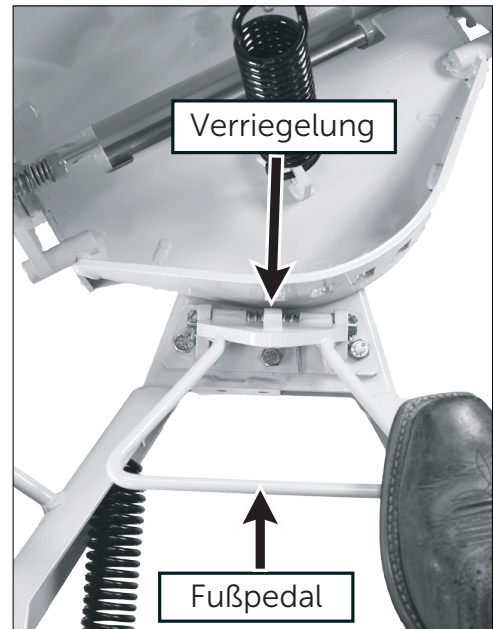

Abb. 4.6
- Überprüfen Sie die Einstellung der Winkelanschlagschraube, mit der das Räumschild in beide Richtungen in der vollständig abgewinkelten Position gehalten wird (Abbildung 4.5). Vergewissern Sie sich, dass der Auslöser des Fußabzuges frei in den Schlitz der Winkeleinstellung einrastet, während der Anschlagbolzen die Seite der Zunge des Befestigungsrahmens berührt (Abbildung 4.6). Passen Sie es ggf. an.